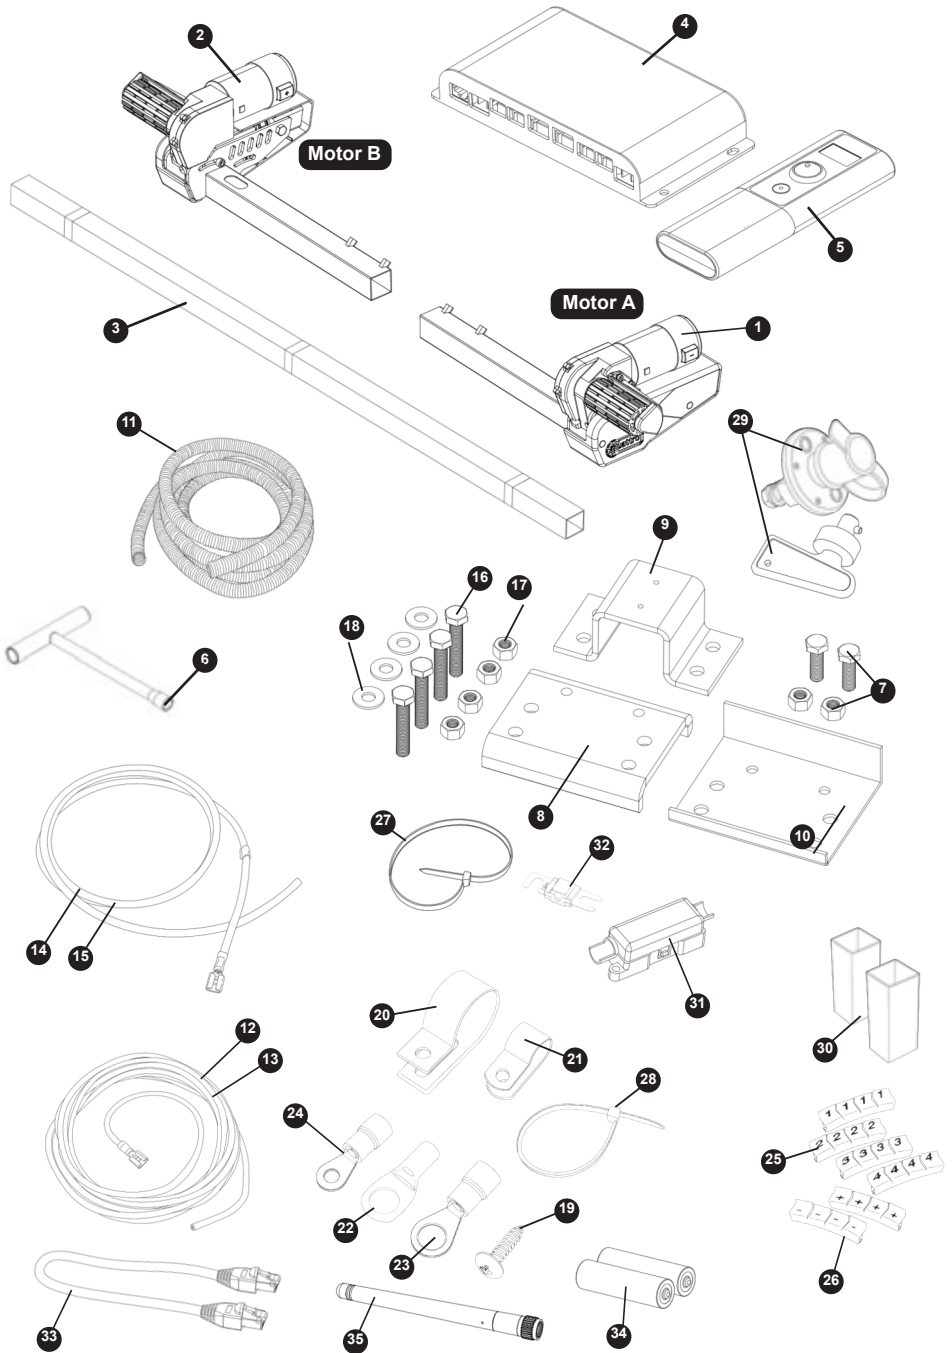
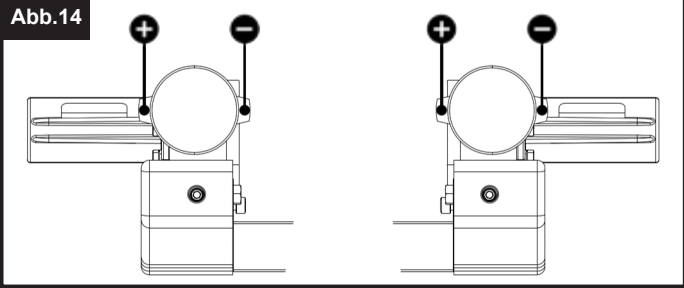

Abb.1
Abb.15
Montieren Sie Motorrahmenseite (1), Motorrahmenseite (2) und Hauptquerträger (3) lose (siehe Abb.1). Die Muttern (Abb.1.A) für die Querträgerbefestigung dürfen in diesem Stadium nur handfest angezogen sein.
Legen Sie die Baugruppe (Abb.1) lose unter den Wohnwagen. Grundsätzlich sollte die Einheit vor den Laufrädern des Wohnwagens montiert werden, ist eine Montage in dieser Position jedoch nicht möglich, ist eine Montage hinter den Rädern durch Drehen der gesamten Baugruppe um 180° Grad zulässig (Hinweis: In diesem Fall siehe später Abb.15 für den Schaltplan der Hinterachse). Stellen Sie sicher, dass der Hauptquerträger (3) in der Mitte der Wohnwagen/Rangierhilfe-Baugruppe positioniert ist (die Mitte ist markiert). Stellen Sie die Baugruppe so ein, dass die Rangierhilfe-Rollen in einer Linie mit den Reifen sind, dies kann später noch etwas nachjustiert werden.
Beginnen Sie mit der Verkabelung Ihres zweiten Rangierhilfe-Systems, indem Sie die gleichen Verfahren wie im vorherigen Abschnitt "Installation - Elektrische/Elektronische Komponenten" befolgen. Abb.15 zeigt den Schaltplan für diesen Hinterachsaufbau. Abb.16 kann auch für einen allgemeinen Überblick über die Verkabelung der Doppelachse verwendet werden. Halten Sie sich genau an diese Schaltpläne, um sicherzustellen, dass die Rangierhilfen wie vorgesehen mit Strom versorgt werden und im Betrieb nicht gegeneinander arbeiten.